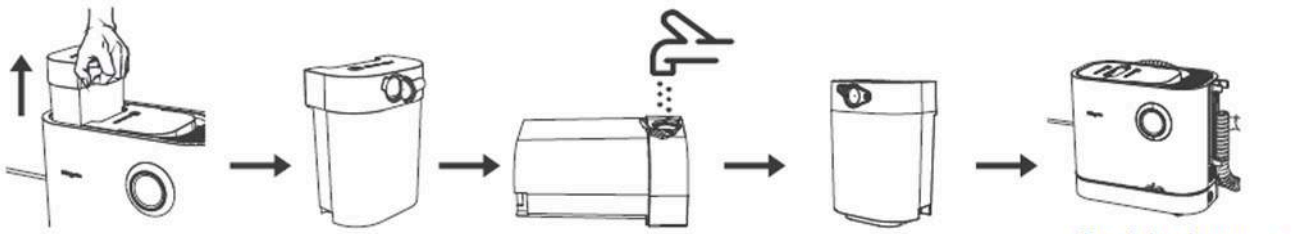

Fig. 6
4. Verwijder de schoonwatertank uit de machine, open de siliconen plug van de watertank en vul vervolgens de tank met schoon water, waarbij u het maximale waterniveau niet overschrijdt. Sluit ten slotte de siliconen plug en plaats de tank terug (zie fig.6).